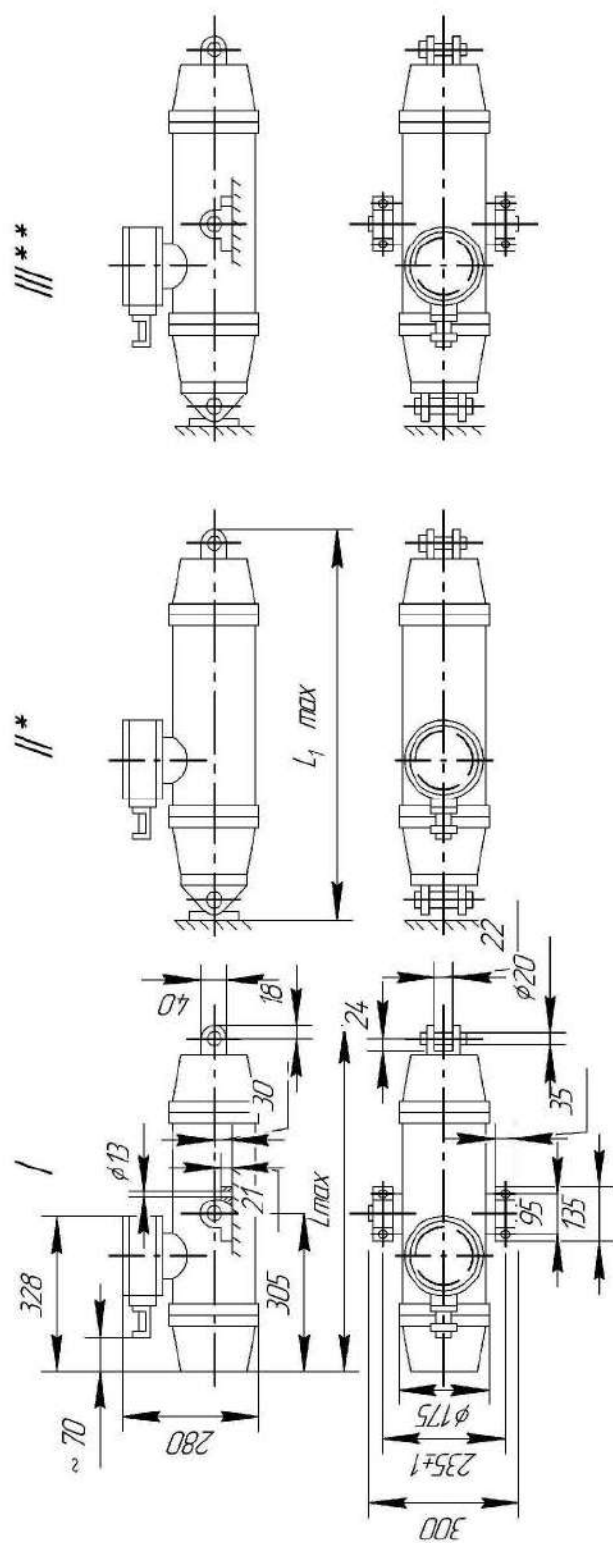

Рис.1. Общий вид, габаритные и установочные размеры:
2.1. Основные параметры и характеристики приводов всех типоразмеров указаны в табл. 1 и на рис. 1.
Габаритные размеры	см. рис. 1